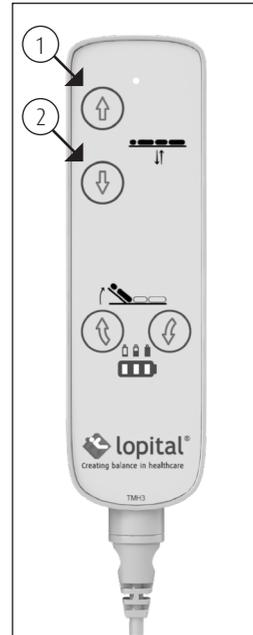

Abbildung 8 Handtastatur.
- Die Liege wird nach oben bewegt, indem der Bedienungsknopf mit dem nach oben weisenden Pfeil gedrückt wird. Die Liege bewegt sich dann gleichmäßig nach oben (1) (siehe Abbildung 8).
- Die Liege wird nach unten bewegt, indem der Bedienungsknopf mit dem nach unten weisenden Pfeil gedrückt wird. Die Liege senkt sich gleichmäßig nach unten (2) (siehe Abbildung 8).